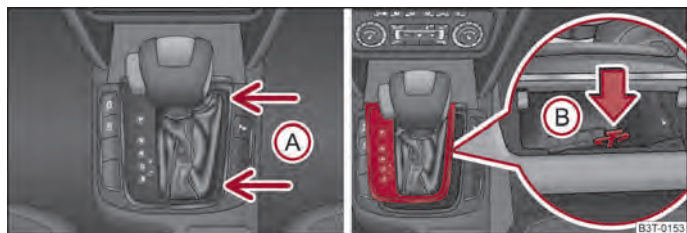

Abb. 130 Wählhebel-Notentriegelung
- Fassen Sie die Wählhebelabdeckung an den Stellen der Pfeile **(A)** und ziehen Sie diese vorsichtig nach oben ⇒ **Abb. 130**.